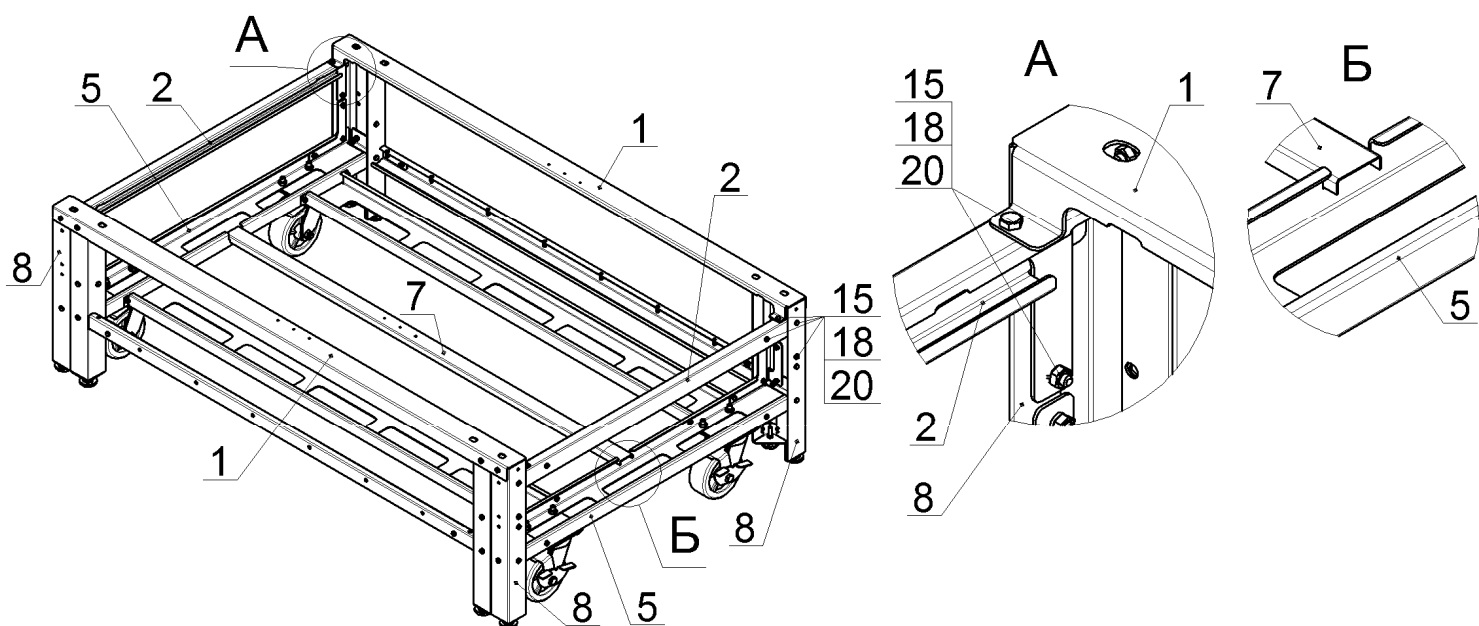

Рис.7
7. Перевернуть подставку, поставив её на опоры или колёса. Закрепить профили боковые, верхние, поз.2, в сборе с угольниками, на стойках угловых, поз.8 и профилях лицевых, верхних, поз.1, болтами М6, гайками и шайбами, поз.15, 18 и 20, как показано на рис.7. Затем вложить в пазы на профилях боковых, нижних, поз.5 профиль поддержки сегментов полки, поз.7, как показано на рис.7.